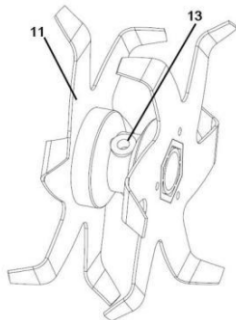

Fig.1
1. Rimuovere la vite a brugola 13 dal componente lama 11 utilizzando una chiave a brugola. (Fig. 1)